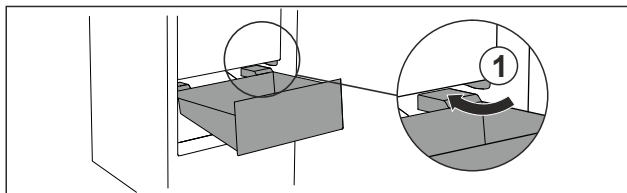

Fig. 87
- ▶ Zásuvku vedte šikmo podél zarážek Fig. 87 (1).